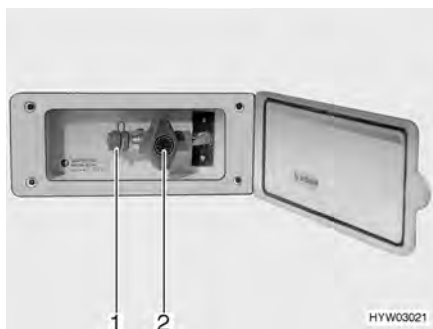

Bild 91 Extern gasanslutning, gasavstängningsventilen stängd
Den externa gasanslutningen (Bild 91) befinner sig, beroende på modell, på fordonets bakdel eller på fordonets vänstra resp. högra sida.
- Anslut den externa gasapparaten till anslutningar (Bild 91,1).
- Öppna gasavstängningsventilen (Bild 91,2).